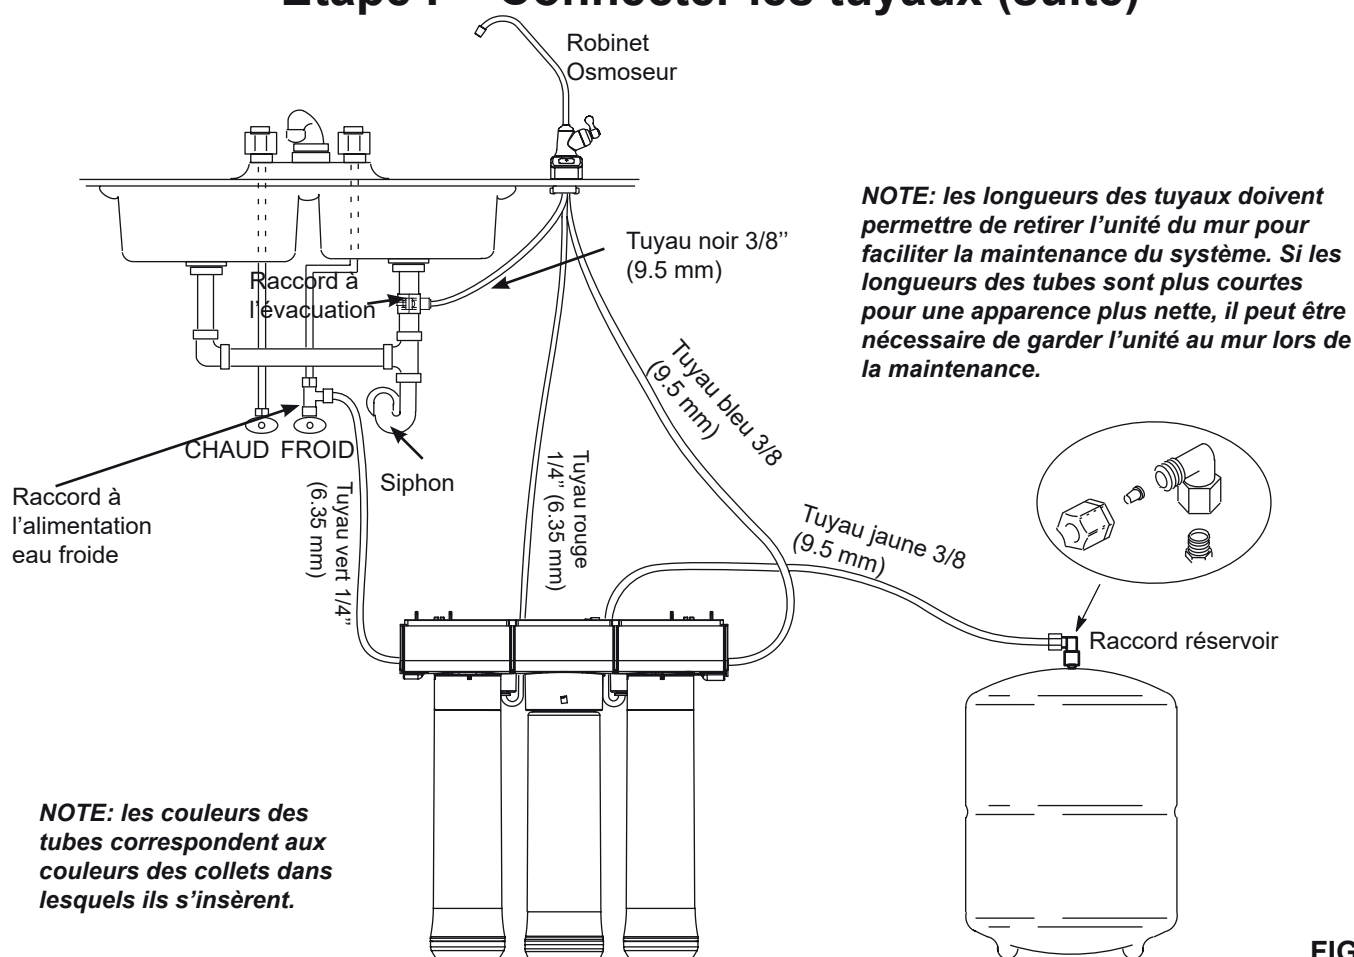

FIG. 24
5. Identifier le tuyau rouge d'1"1/4. Une extrémité est connectée au bloc d'osmose inverse. Cf Fig 24.
2. Diriger la partie non-attachée vers le haut du réservoir. Voir Fig. 24.
1. Dirigez l'une des extrémités du tuyau vert vers le raccord à l'alimentation en eau froide. Cf Fig. 24.
2. Coupez le tuyau en angle droit. Cf Fig. 24.
3. Connectez au raccord à l'alimentation en eau froide. Voir Fig. 7. Bien insérer dans le raccord. Voir Figs. 24 & 25.
2. Dirigez l'une des extrémités du tuyau bleu vers l'extrémité droite du module d'osmose inverse Voir Fig. 24
1. Identifiez le tuyau noir 3/8" (9.5 mm) Voir Fig. 24.